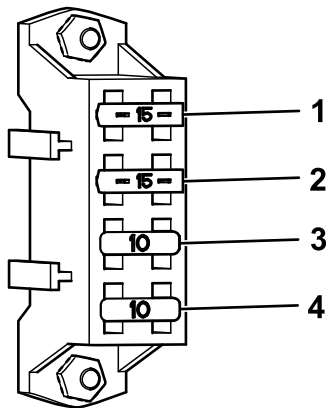

Figura 54
4. Sustituya los fusibles fundidos (Figura 54).